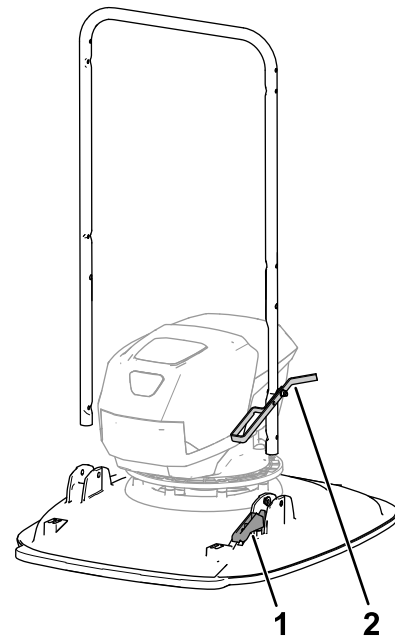

Bild 6
2. Richten Sie den Fußanschlag des Holms auf den Höhenanschlag am Mähwerk aus (**Bild 6**).